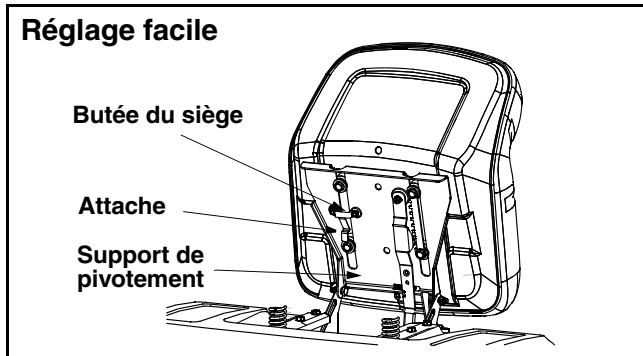

Figure 3
2. Glissez le siège jusqu'à ce que la rondelle d'espacement avant du siège s'imbrique dans le butée. Voir la Figure 3.
REMARQUE: Si le siège était installé à l'envers sur le support de pivotement pour l'expédition, tirez sur l'attache qui se trouve sur la butée du siège et maintenez-la ouverte pendant que vous dégarez le siège du support de pivotement. Voir la Figure 3.